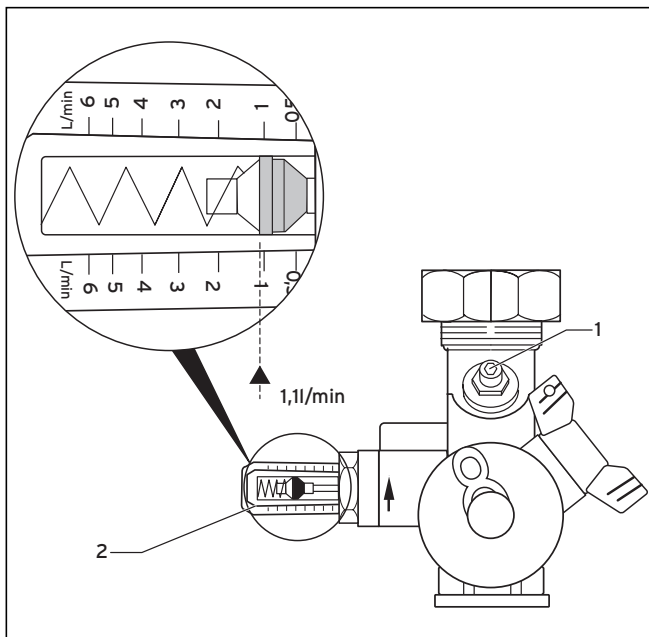

Abb. 9.2 Einstellen des Volumenstroms
Nehmen Sie nach der Grobeinstellung mittels Umwälzpumpe die Feinregulierung mit dem Stellventil (1) des Durchflussmengenbegrenzers (siehe Abb. 9.2) vor. Der eingestellte Wert kann an der Anzeige (2) abgelesen werden.
Die installierte (Netto-)Kollektorfläche beträgt 7,05 m². Mit dem Wert für den spezifischen Volumenstrom von 0,66 l/m²•min multipliziert, ergibt sich ein rechnerischer Durchsatz von 4,6 l/min. Dieser sollte am Durchflussmengenbegrenzer angezeigt werden (siehe Abb. 9.2).
Die installierte (Netto-)Kollektorfläche beträgt 6 m². Mit dem Wert für den spezifischen Volumenstrom von 0,4 l/(m²•min) multipliziert, ergibt sich ein rechnerischer Durchsatz von 2,4 l/min. Dieser sollte am Durchfluss-Mengenbegrenzer angezeigt werden (siehe Abb. 9.2).